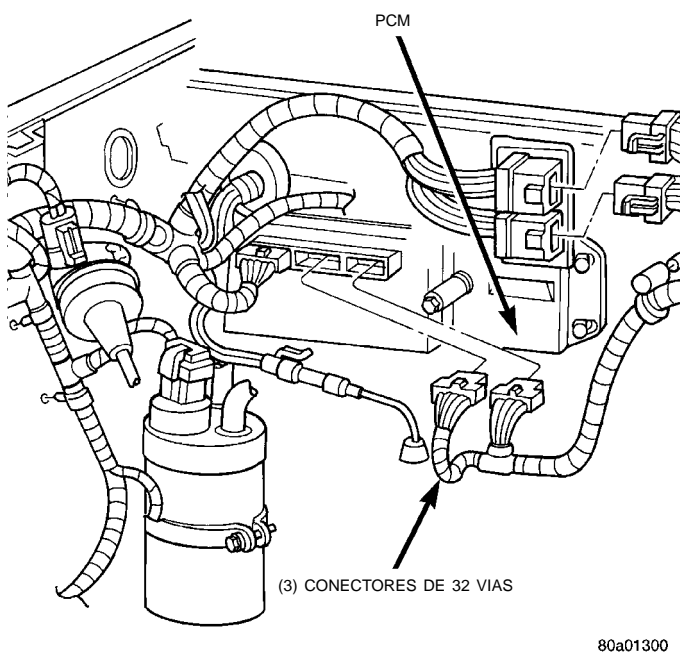

Fig. 35 Módulo de control del mecanismo de transmisión (PCM)
(1) Verifique que los tres conectores eléctricos de 32 vías estén totalmente insertados dentro del conector del módulo de control del mecanismo de transmisión (PCM) (Fig. 35).